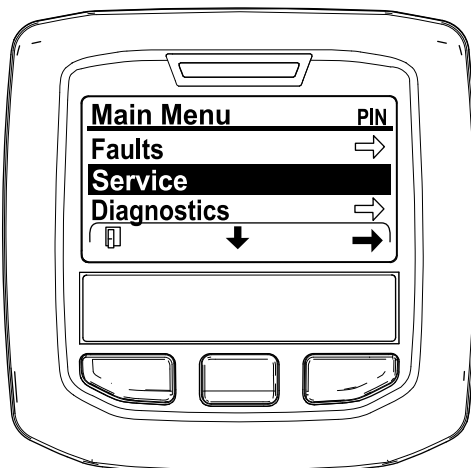

Figura 37
2. Vá até ao MENU PRINCIPAL, prima o botão central para ir até ao MENU DE MANUTENÇÃO e prima o botão direito para selecionar a opção de MANUTENÇÃO (Figura 37).